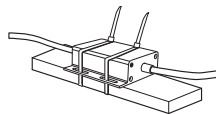

Figura -7
- Coloque a caixa de controle numa posição adequada de acordo com o ambiente circundante tal como indicado na figura 7. Não instale a caixa de controle numa zona de temperatura elevada, numa zona com peças móveis e nem em uma zona que possa interferir com outras peças móveis.